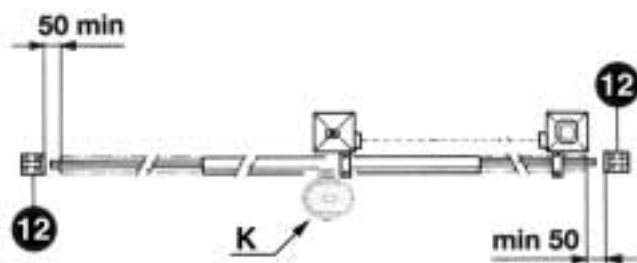

Fig. 2
- Outre les fins de course présents sur l'opérateur, il est nécessaire d'installer des butées mécaniques fixes à l'extrémité de chaque course de sorte à arrêter le portail en cas de dysfonctionnement des fins de course électriques. Pour cela, les butées mécaniques doivent être dimensionnées de sorte à supporter la poussée statique du moteur ajoutée à l'énergie cinétique du portail (Fig.2 - point 12).